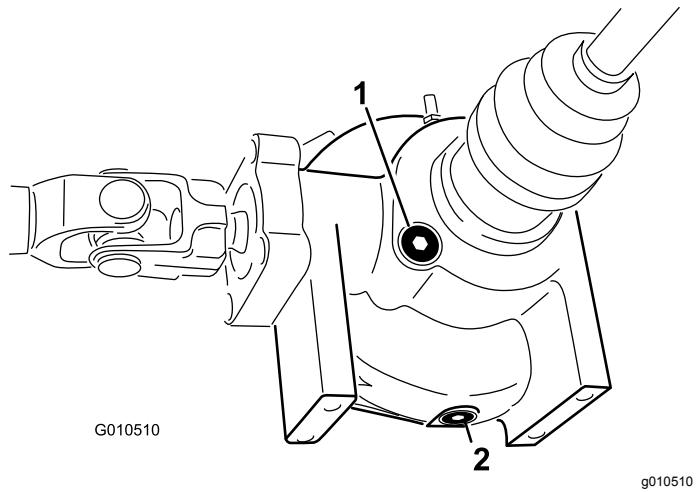

図 22
- デファレンシャルの側面についている補給・点検プラグの周囲をきれいに拭く図 22。